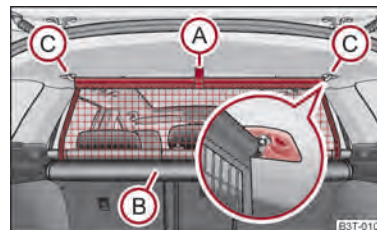

Fig. 82 Retirar la red divisoria del maletero
- Tire de la red de separación por la lengüeta A ⇒ fig. 82 y sáquela de la caja B en dirección de las fijaciones C.
- Tire de la barra transversal un poco hacia atrás, primero en un lado y seguidamente en el otro lado, y saque la barra transversal de los alojamientos C ⇒ fig. 82.